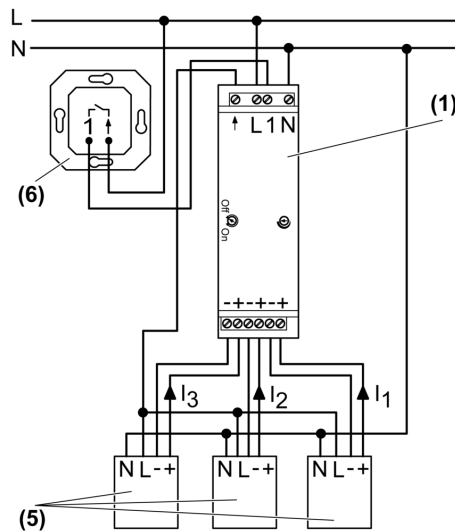
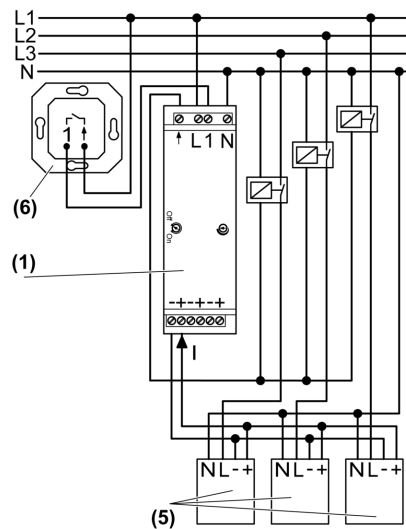

Bild 2: Anschlussplan einphasig
Bild 3: Anschlussplan dreiphasig
(1) Steuergerät
(5) Lampen-Betriebsgerät mit 1-10 V Schnittstelle, EVG
(6) Installationstaster, Schließerkontakt
**i** Die maximale Anzahl Lampen-Betriebsgeräte, die von dem Steuergerät gesteuert werden können, errechnet sich aus der Summe der Steuerströme  $I_1 + I_2 + I_3$  (Bild 2) bzw.  $I$  (Bild 3) (siehe Kapitel 6.1. Technische Daten). Für den Steuerstrom der Lampen-Betriebsgeräte, siehe Angaben der Hersteller.
- Steuergerät gemäß Anschlussplan einphasig (Bild 2) bzw. gemäß Anschlussplan dreiphasig (Bild 3) anschließen.